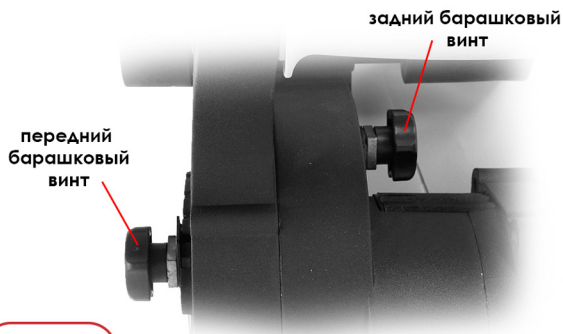

Рис.3
3. Снимите указатель шкалы глубины (передний барашковый винт) и фиксирующий задний барашковый винт, затем потяните опорную плиту штробореза в сторону, обеспечив доступ для установки пылеотбойной пластины (Рис. 3).